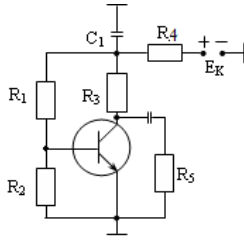

Рис. 3.3
3. Построить нагрузочную прямую переменного тока (рис.3.3, табл.3.3).